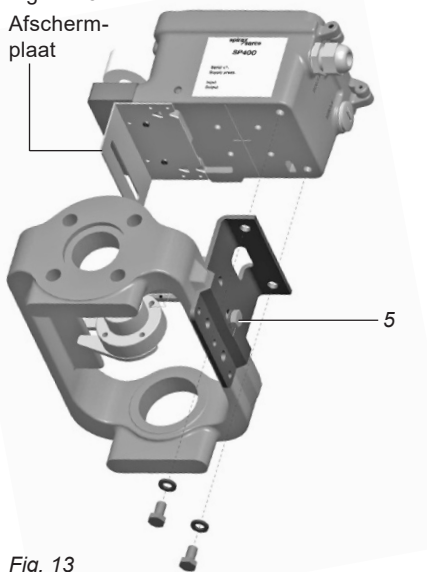
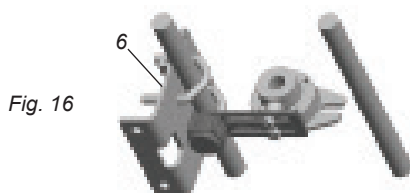

Fig. 13
Fig. 16
Indien de klepstandsteller SP400 en montageplaat correct zijn gepositioneerd, span dan de zeskantige schroeven (5) op het juk (Fig.13) volgens 10 - 12 N m en de U-bouten/moeren (6) op de pillaren (Fig. 16) volgens 10 - 12 Nm aan.